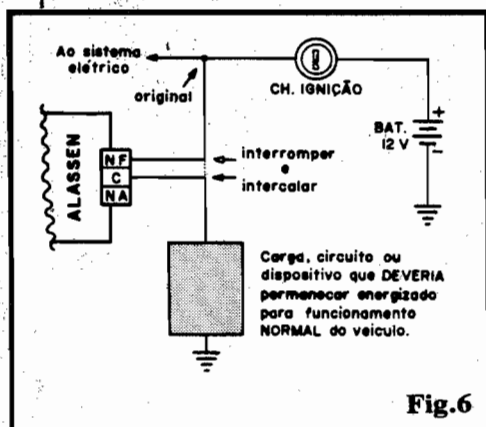

Fig.6
- FIG. 6 - AMPLIANDO AS POSSIBILIDADES DE APLICAÇÃO FINAL - Para o Hobbysta "macaco velho", que já está "careca" de saber como se comportam eletricamente os contatos de saída de um relê reversível, lembramos que também o terminal "NF", em conjunto com o "C", poderá ser usado, só que a intermitência do ALASSEN agirá "desligando" ciclicamente algo que **deveria** permanecer ligado ou energizado, para perfeito funcionamento do motor do veículo... No caso, basta interromper a linha da alimentação de tal dispositivo, e intercalar as ligações (indicadas por setas brancas) vindas dos terminais "C" e "NF" do ALASSEN...